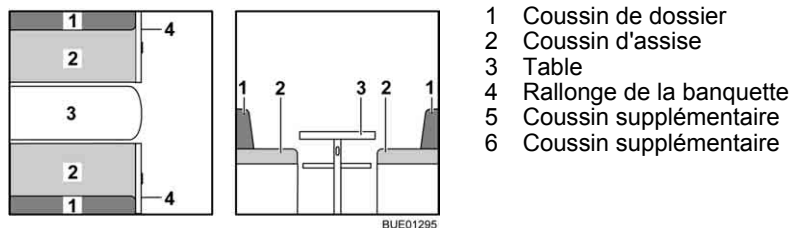

Fig. 123 Avant la transformation
- Agrandir la table (Fig. 123,3) et la transformer en sommier de lit (voir paragraphe 6.11).